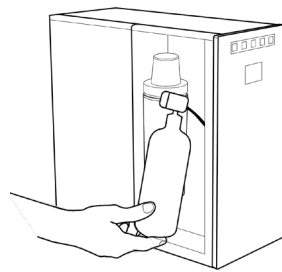

Fig. 1-14
35.5 – Estrarre la bombola del gas dallo scomparto interno, facendo attenzione a non danneggiare il tubo in plastica connesso al riduttore di pressione della bombola, vedi Fig. 1-14.